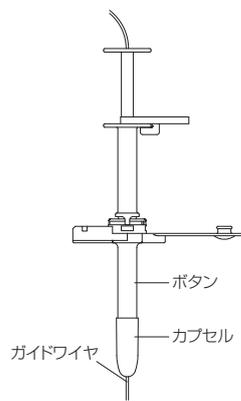

図6
2. ボタンのカプセル先端をガイドワイヤの後端から通し、瘻孔の付近まで挿入する。(図6)